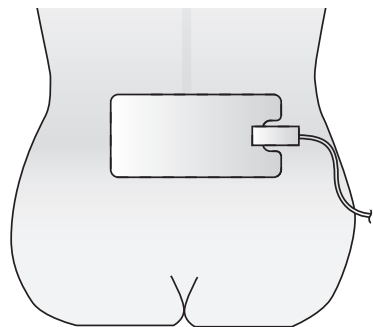

Figure 4-6. Positionner l'électrode de masse sur les lombaires
- a. Diriger le côté du câble de l'électrode de masse vers le générateur de radio-fréquence. Placer ensuite l'électrode de masse horizontalement sur la partie inférieure du dos directement au-dessus des fesses, comme indiqué à la Figure 4-6.